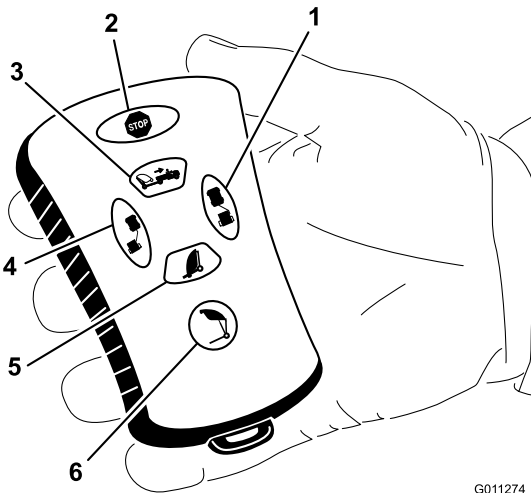

Figura 16
- Pulse el botón Vaciar tolva (Figura 16).
- Luego pulse el botón de desplazamiento a la izquierda (Figura 16).
- Luego pulse el botón de desplazamiento a la derecha (Figura 16).
- Luego mantenga pulsado el botón Vaciar tolva (Figura 16).
Para bajar la tolva, pulse el botón Bajar barredora (Figura 16). La tolva puede ser bajada desde cualquiera de las posiciones siguientes:
Para desplazar la barredora a la izquierda, mantenga pulsado el botón desplazamiento a la izquierda (Figura 16). Suelte el botón para detener el desplazamiento a la izquierda.
Para elevar la tolva, mantenga pulsado el botón Elevar barredora hasta que la tolva llegue a la altura deseada o se detenga a la altura predefinida (Figura 16).
Para desplazar la barredora a la derecha, mantenga pulsado el botón desplazamiento a la derecha (Figura 16). Suelte el botón para detener el desplazamiento a la derecha.